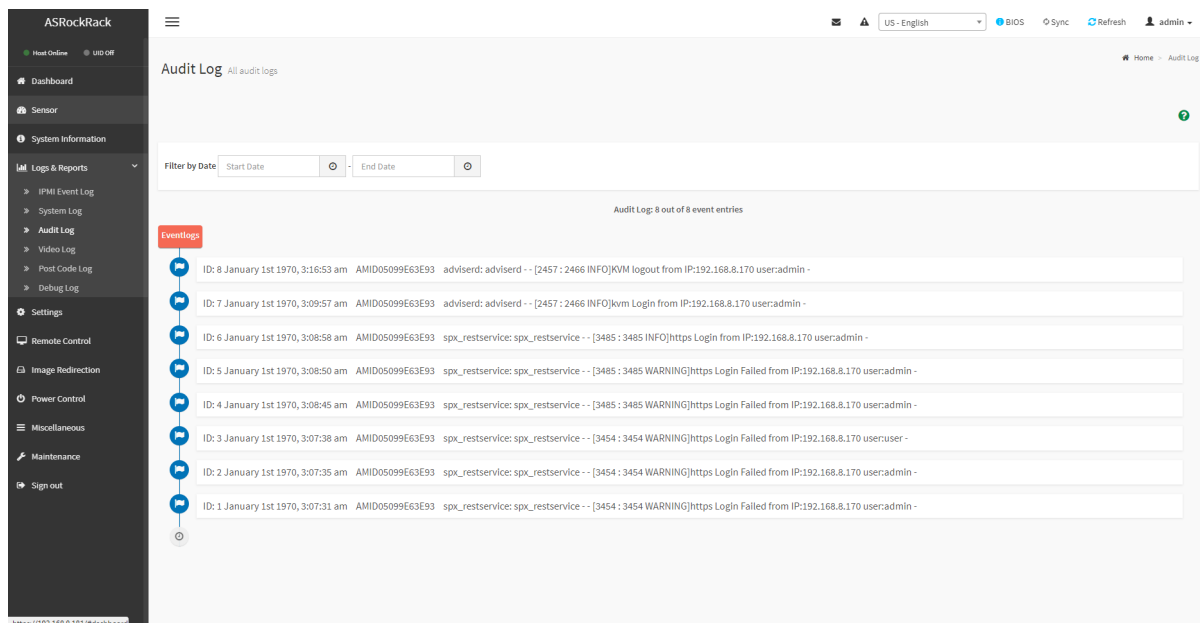

Рис. 74. Окно «Audit Log»
- 4) Пройдите во вкладку «Logs & Reports» → «Audit Log» в данной вкладке отображается информация о входе в систему, чтобы пользователи могли отслеживать доступ к BMC WebUI. В поле «Filter by Date» произведите фильтрацию по дате начала события «Start Date», в поле «End Date» произведите фильтрацию по дате окончания события. Окно показано на рис. 74 Окно «Audit Log»